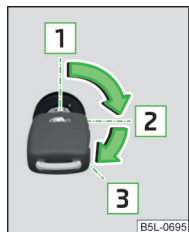

Fig. 125
Positions de la clé du véhicule dans le contacteur d'allumage » fig. 125
- Tournez la clé dans la position **1** » fig. 125 à la page 138.